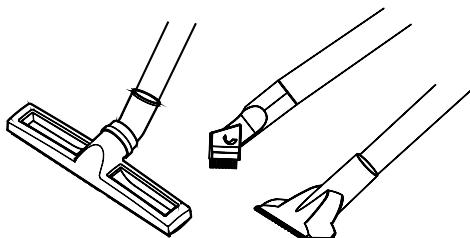

Fig. 7 – Conecte los tubos de extensión a las boquillas deseadas
- Conecte el tubo de extensión a la boquilla según el modelo de aspiradora (Fig. 7).